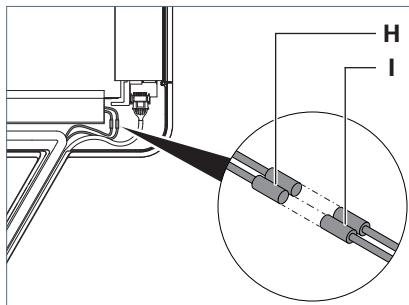

Fig. 5: Collegare la testa dell'apparecchio, parte 1.
- ▶ Collegare i due connettori **H** con le prese **I** nella testa dell'apparecchio, vedere Fig. 5.